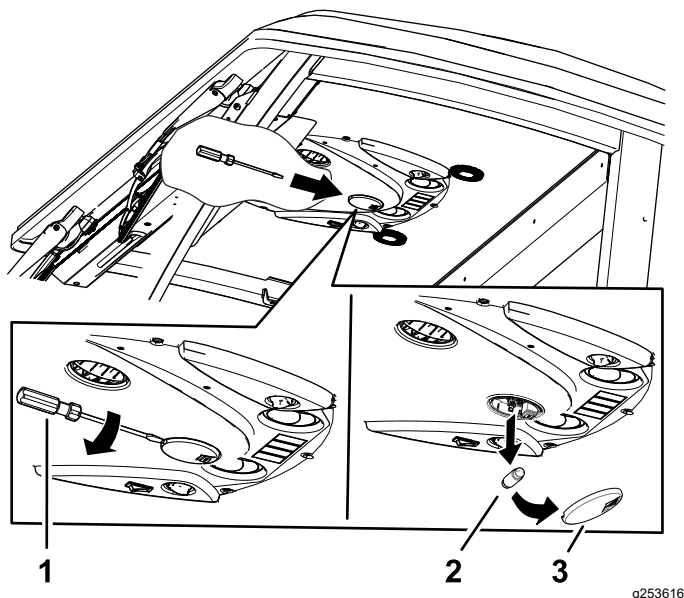

Рисунок 86
1. Снимите защитное стекло осветительного прибора с панели управления с помощью отвертки (**Рисунок 86**).
2. Выньте лампу из основания осветительного прибора (**Рисунок 86**).